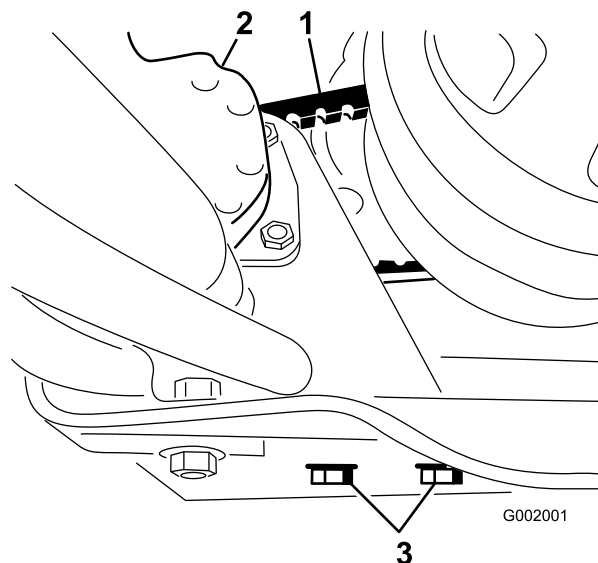

Figura 65
2. Afloje los pernos de montaje de la bomba de dirección (Figura 65).